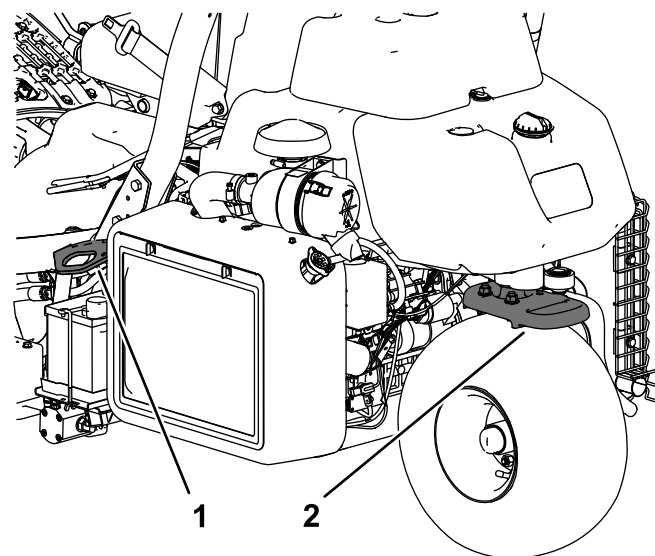

Figura 30
- Prenda a máquina de forma segura utilizando correias, correntes, cabos ou cordas. As correias frontal e traseira devem estar dirigidas para baixo e para fora da máquina (Figura 30).